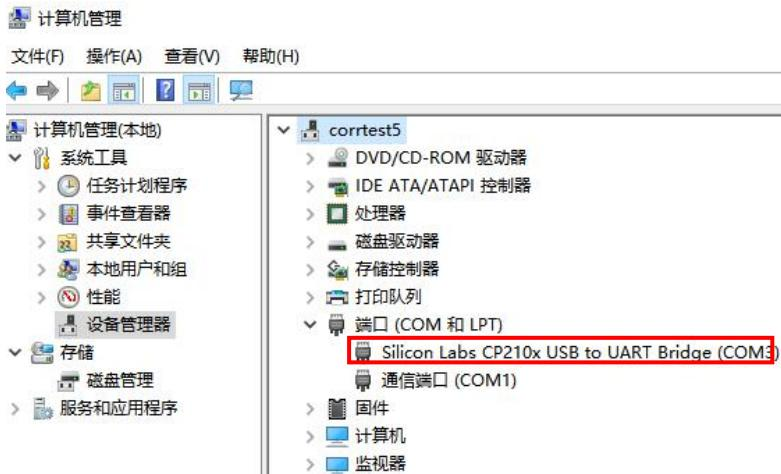

图 2.3 USB 驱动正确安装后设备管理器端口
(3) 首先点击“安装设备驱动”，安装驱动过程中直接点击“下一步”即可安装完成。正确安装驱动程序后，进入到设备管理器中“端口(COM 和 LPT)”下应出现“Silicon Labs CP210x USB to UART Bridge(COM x)”，“COM x”即为 CP210x 虚拟的 COM 端口号，如图 2.3 所示。